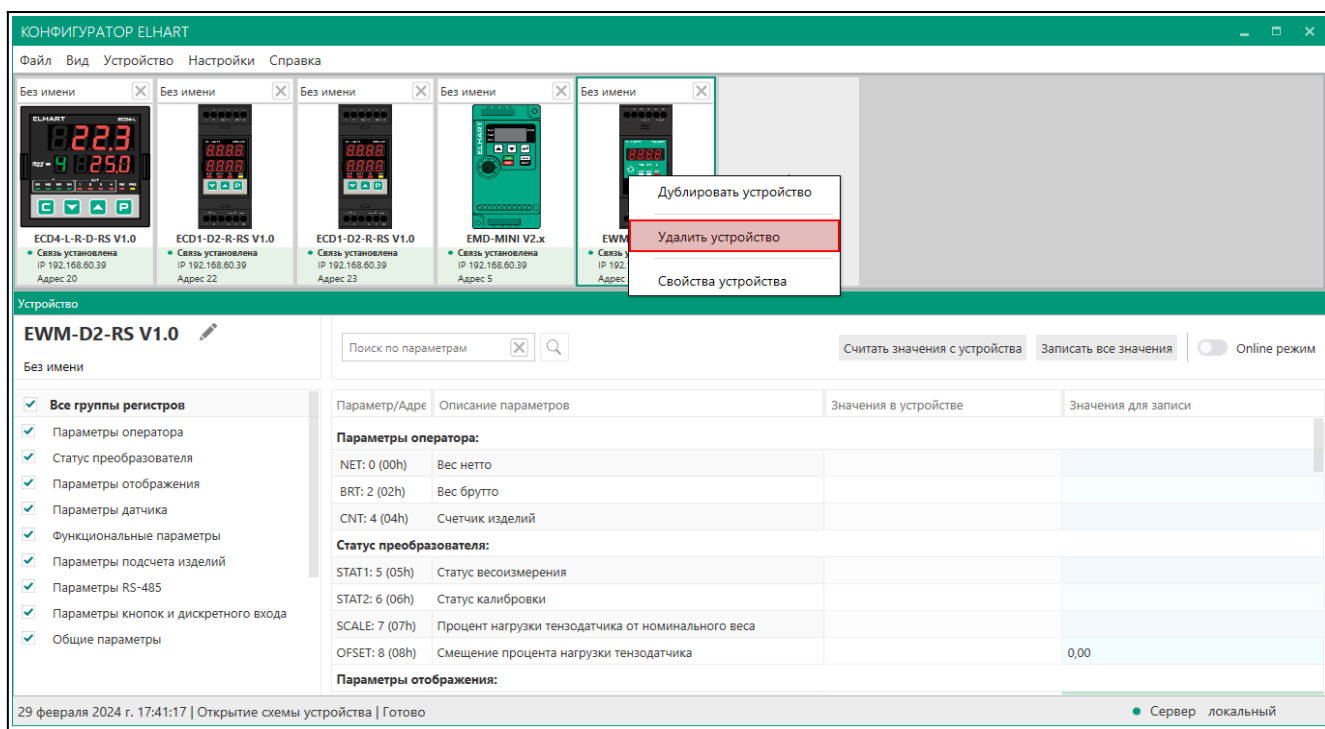

Рисунок 39
2. Кликнуть ПКМ на необходимом устройстве и, в появившемся контекстном меню, выбрать пункт *Удалить устройство* (Рисунок 39).